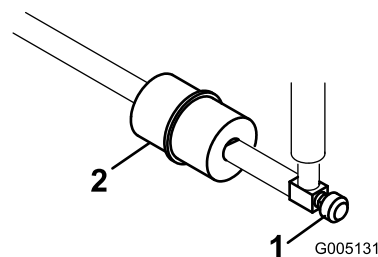

Figura 44
O filtro encontra-se na linha de combustível entre o depósito de combustível e o carburador (Figura 44).
1. Feche a válvula de corte do combustível (Figura 44).
2. Coloque um recipiente de escoamento debaixo do filtro, desaperte a braçadeira de tubos que se encontra no lado do carburador e retire a tubagem de combustível do filtro (Figura 44).
3. Desaperte a braçadeira de tubos e retire o filtro (Figura 44).